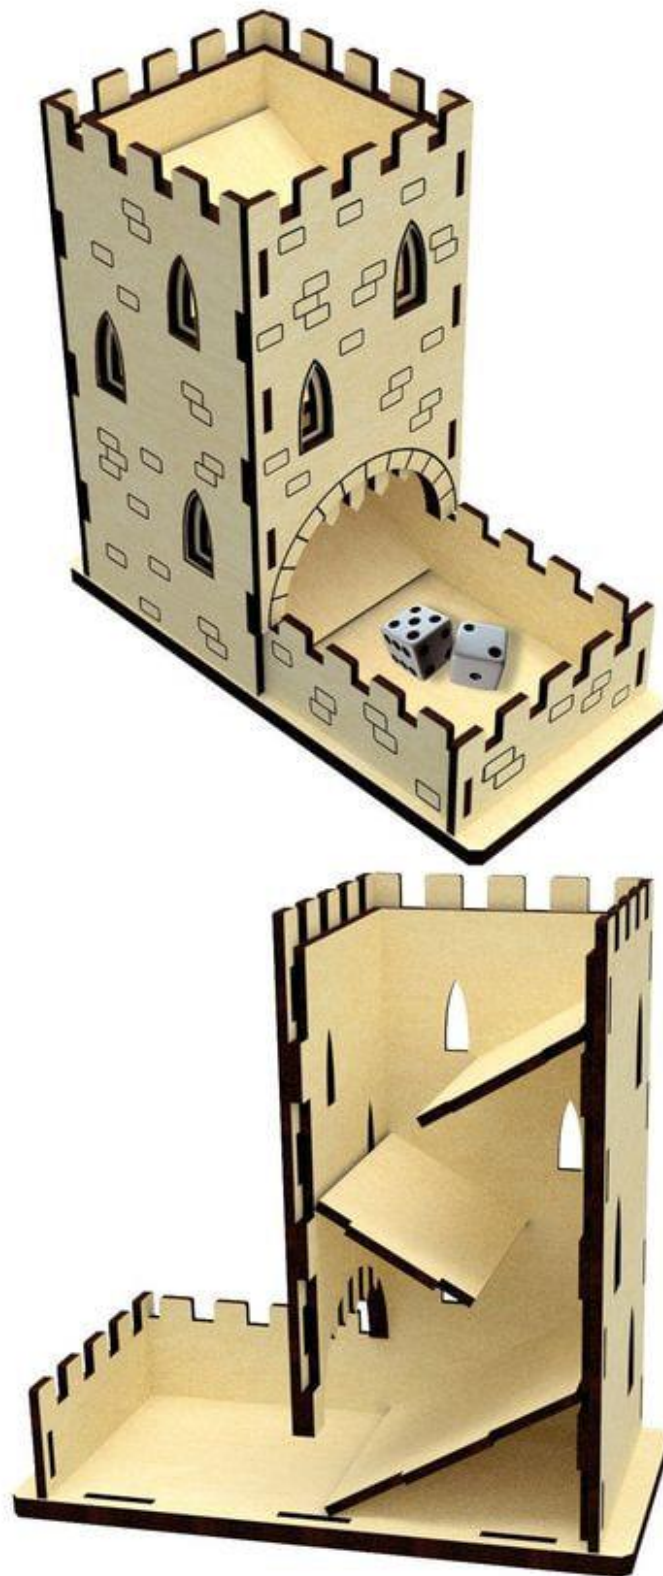

Рис. 1.Пример башни для кубиков
1. По указанным данным, сделайте башню для кубиков(рис. 1).